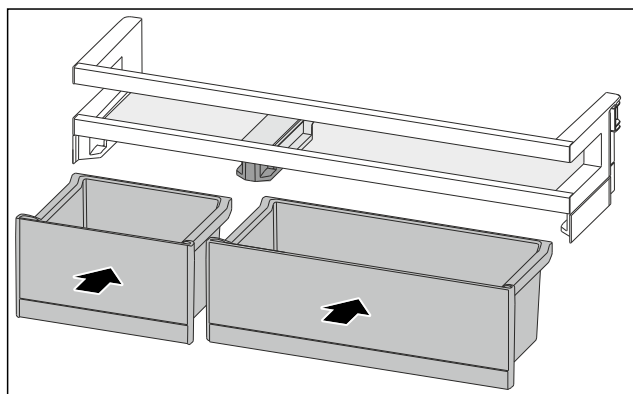

Fig. 158
- Vendosni kutitë VarioBoxnë rendin e kundërt. (shihni Fig. 158)